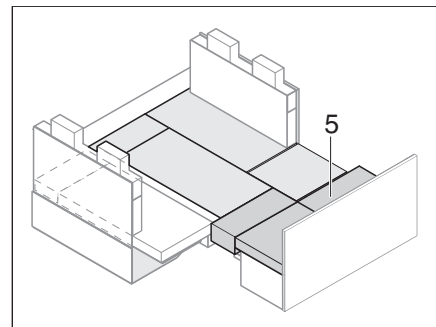

Bild 202 Nach dem Vergrößern
- Zusatzpolster (Bild 202,5) einlegen.